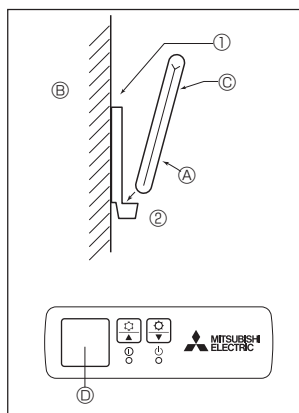

Fig. 6-2
2) Installationsmetod (Fig. 6-2)